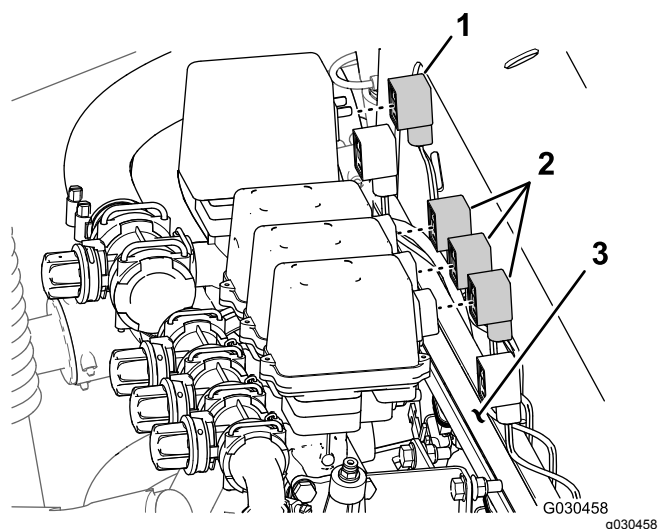

Figure 55
2. À l'arrière du support du collecteur, débranchez le connecteur à 3 douilles de la vanne d'agitation et les connecteurs à 3 broches des 3 vannes de section de rampe (Figure 55).